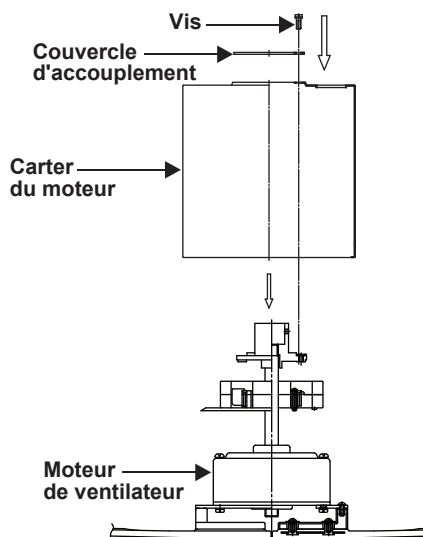

Figure 8
1. Replacer le couvercle d'accouplement et le carter du ventilateur sur le moteur du ventilateur en utilisant les vis précédemment retirées (Fig. 8)